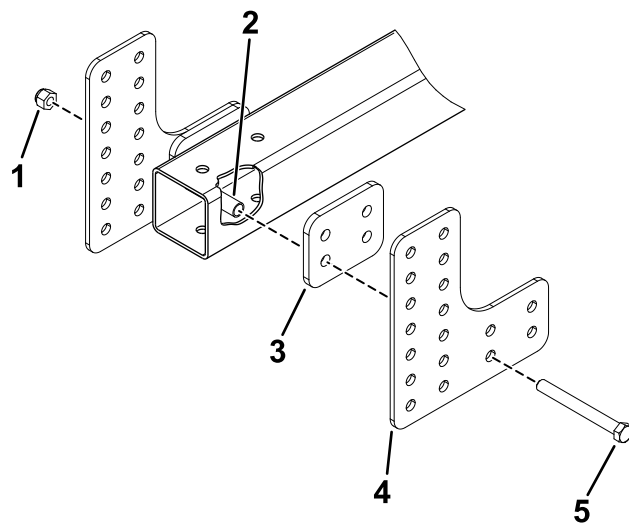

Figura 3
- Per timoni di traino con tubi da 5,1 cm: utilizzate 2 bulloni, un distanziale del gancio di traino e 2 dadi di bloccaggio per fissare le piastre del timone di traino a quest'ultimo. Posizionate la sagoma all'interno del timone di traino (Figura 3).
- Per timoni di traino con tubi da 6,35 cm: utilizzate 2 bulloni, 2 piastre del gancio di traino regolabili, un distanziale del gancio di traino e 2 dadi di bloccaggio per fissare le piastre del timone di traino a quest'ultimo (Figura 3).